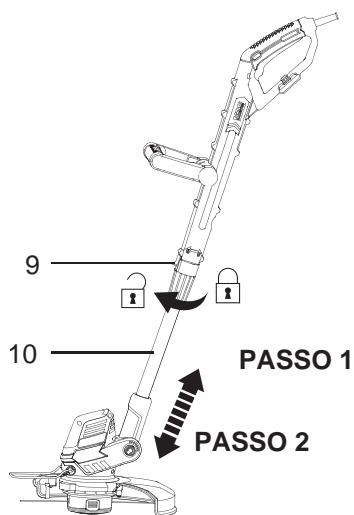

Fig.10
- > Desaperte a manga de bloqueio (9) rodando para a direita.
- > Puxe a haste telescópica (10) até ao comprimento desejado (Fig.10).